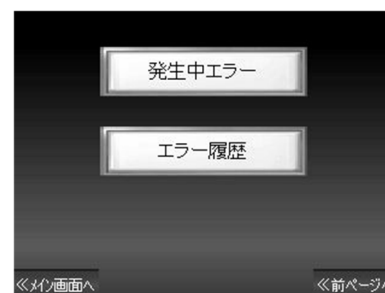

図 7-41
- ・ メニュー画面(図 7-38)の **エラー** スイッチを押すと、エラーメニュー画面に切り替ります。(図 7-41)